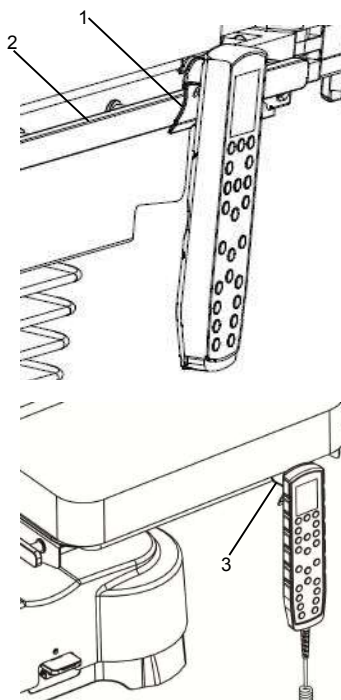

Рис. 2-24. Подсоединение пульта управления
Прикрепите скобу (1) к боковому рельсу (2) или креплению (3), как показано на Рис. 2-24..